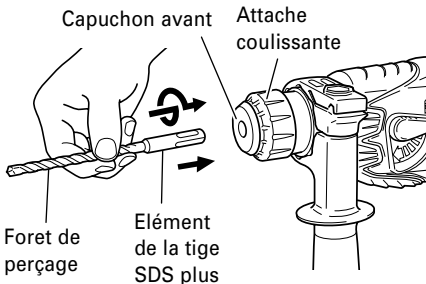

Fig. 5
1. Montage du foret de perçage (Fig. 5, 6)
- (1) Nettoyer la section de la queue du foret de perçage.
- (2) Insérer le foret de perçage en le tournant dans le porte-outil jusqu'à ce qu'il se verrouille en position. (Fig. 5)